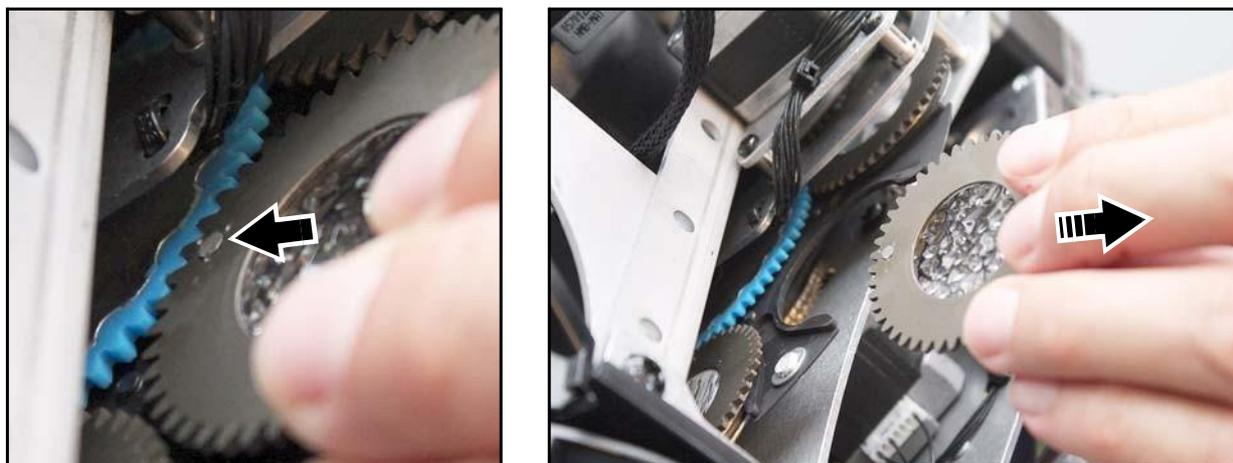

Рисунок 13: Снятие вращающегося гобо
2. См. рисунок 13. Повернуть колесо вращающихся гобо до получения доступа к гобо, которое требуется заменить. В течение оставшейся части процедуры желательнее колесо гобо не трогать.